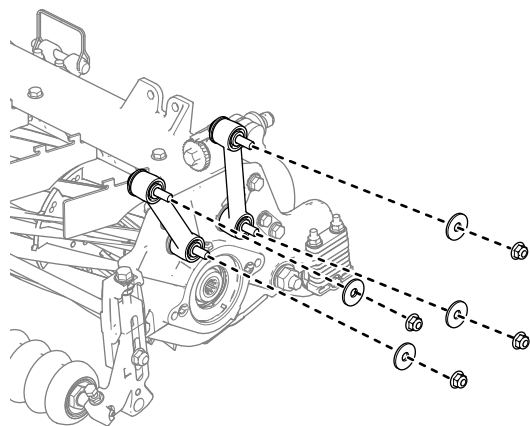

Рисунок 21
1. Снимите гайки и шайбы, крепящие подъемные серьги к боковой пластине режущего блока и несущей раме (Рисунок 21). Удалите шайбы в отходы.